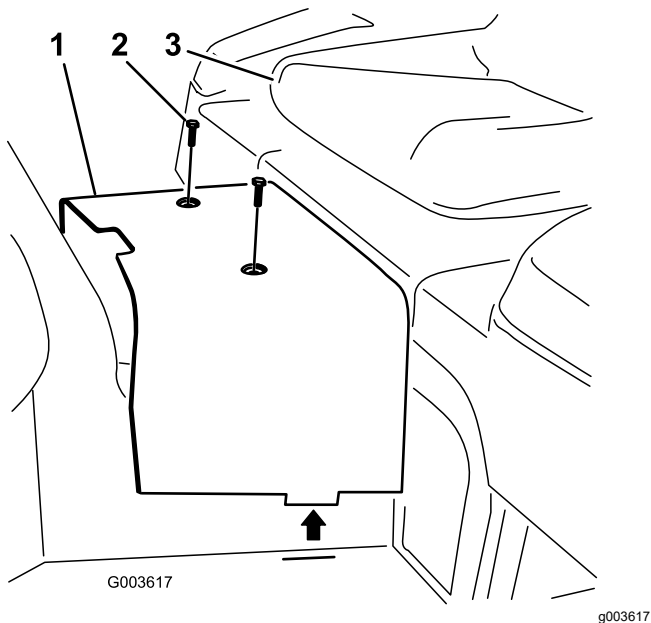

Figura 7
7. Scoateți cele 2 uruburi care fixează mantaua centrală de cadru (Figura 7). Scoateți și păstrați mantaua.